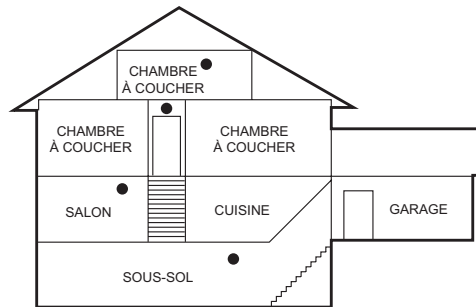

Fig. 2. Emplacements des détecteurs de CO dans une maison à plusieurs étages.
- Voir la Fig. 2 pour l'emplacement des détecteurs de CO dans une maison à plusieurs étages.